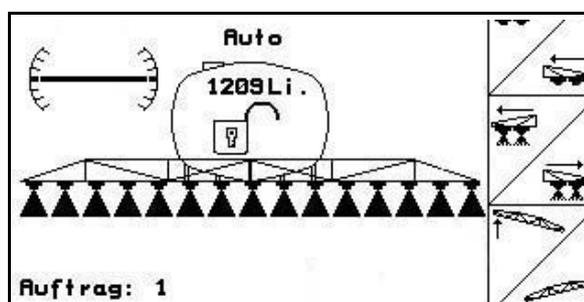

Fig. 80
- Le symbole de la correction d'assiette (Fig. 80/1) affiche la position horizontale de la rampe.